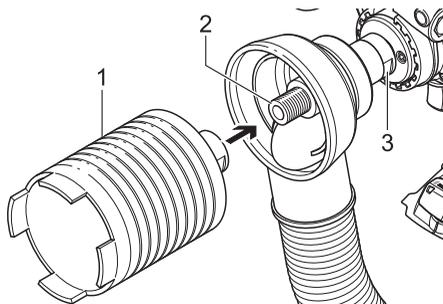

Abb. 4: Dosensenker montieren
2. Mit einem Mautschlüssel an der Schlüsselfläche des Sauganschlusssadapters (2) ansetzen und gegenhalten (→ Abb. 4: Dosensenker montieren; Seite 30).
3. Mit einem zweiten Mautschlüssel durch die Öffnung im Staubabsaugadapter an der Schlüsselfläche des Dosensenkers (1) ansetzen und Dosensenker vorsichtig lösen.